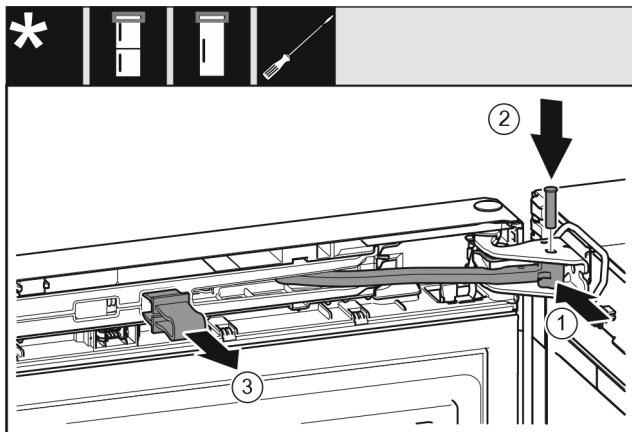

Fig. 50
- Gelenk in Lagerbock drehen. Fig. 50 (1)
- Bolzen in Lagerbock und Gelenk einsetzen. Dabei darauf achten, dass der Rastnocken korrekt in der Nut sitzt. Fig. 50 (2)
- Sicherung abnehmen. Fig. 50 (3)